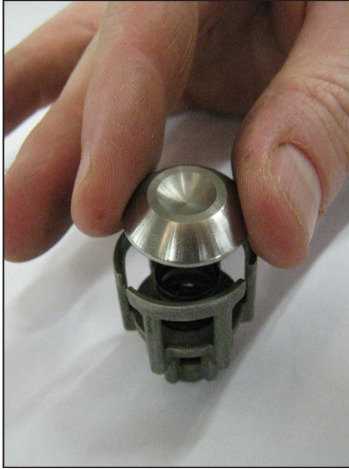
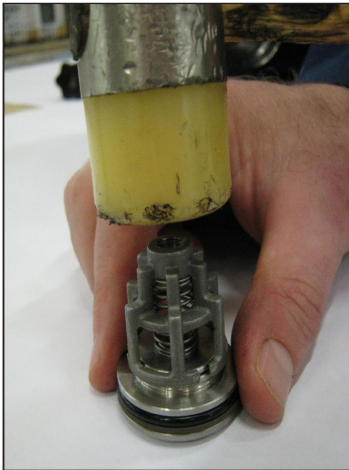

Abb. 26
Abb. 27
- 1 Beim Einbau der Saug- und Druckventilgruppen (Abb. 26, Abb. 27). Achten Sie bei den Pumpen KT20 und KT22 unbedingt darauf, die Federn auf Saugseite nicht mit den vorab ausgebauten Federn auf Druckseite zu verwechseln: